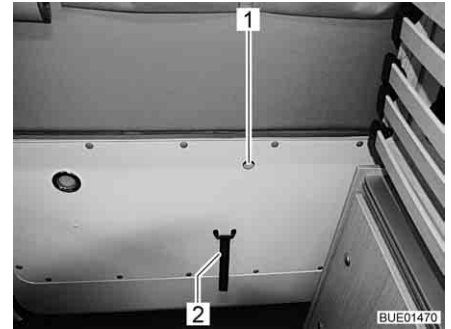

Bild 32 Frigöring baklucka, invändigt
- Dra den lilla spaken i öppningen (Bild 32,1) uppåt med fingret och tryck samtidigt mot bakluckan.
- Ta tag i kanten på bakluckan eller i bandet (Bild 32,2) och stäng bakluckan.